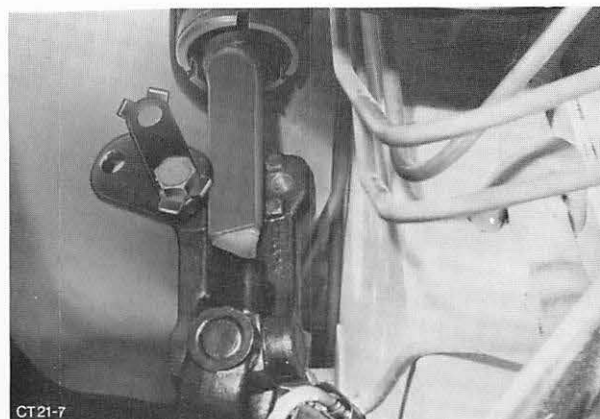

Abb. 285 Verbindungsgelenk – Lenkspindel in Eingriff bringen
31. Verbindungsgelenk mit Lenkspindel in Eingriff bringen und Haltelasche befestigen, darauf achten, daß die Vorderräder in Geradeausstellung stehen und die Lenkspindel in Mittelstellung ist, Abb. 285. Sicherungsblech umbiegen.